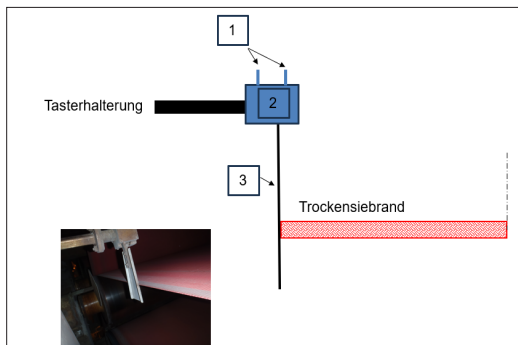

Abb. 1 Pneumatischer Laufregler
Beim pneumatischen Laufregler (Abb. 1) sind Stellzylinder (2) und Taster (3) beidseitig mit Druckluft (1) beaufschlagt. Das Tasterblech liegt zur Abtastung des Trockensiebrandes an diesem an. Hier sorgt eine Andruckfeder mittels Federvorspannung dafür, dass das Tasterblech mit einer bestimmten Anstellkraft am Trockensiebrand anliegt.